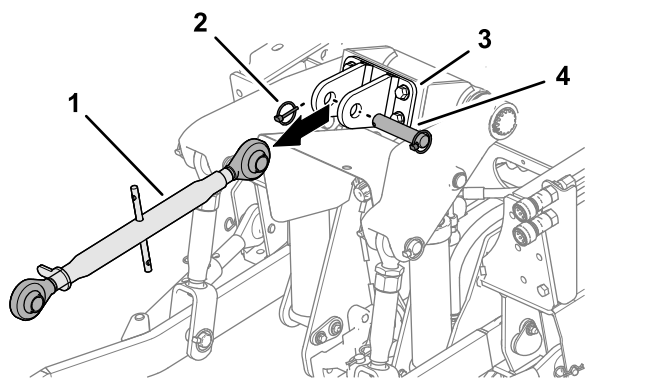

Рисунок 25
- Извлеките шплинт с кольцом, шплинтуемый штифт и верхнюю тягу 3-точечного сцепного устройства (если они установлены) из кронштейна верхней тяги (Рисунок 25).